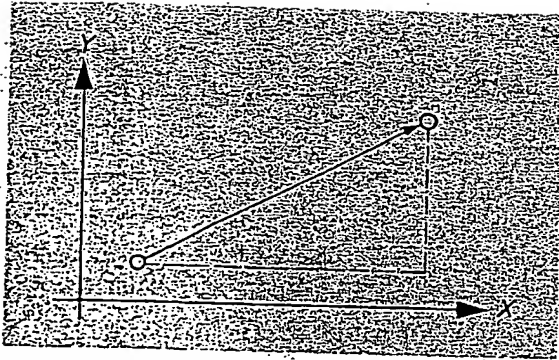

Bild 6: Linear- oder Geradeninterpolation.
6.1 Linear- oder Geradeninterpolation (Bild 6 und 7)